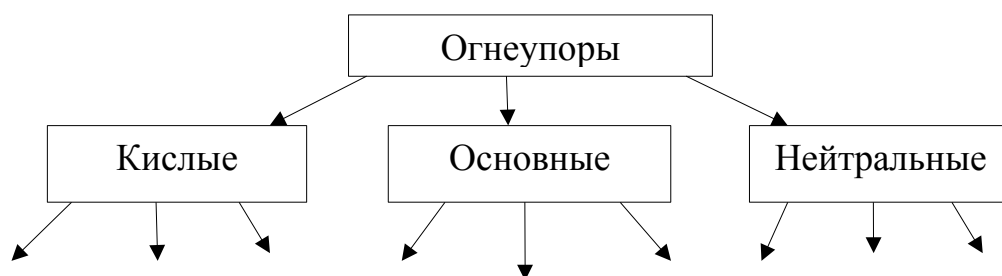

Рисунок 10 - классификация огнеупоров по химико-минеральному составу
**Задание 2.** Дополнить схему (рис. 10) классификации огнеупоров по химико–минеральному составу.